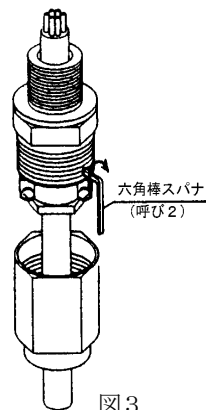

図3
- 4) ニップルにパッキンとスリップリングを入れ、グラウンドをねじ込み、パッキンを圧縮します。なお、ケーブル径によって異なりますが、パッキン締付けの基準としては、パッキン内径とケーブル外径とが一致した点 (ケーブルを軽く引っ張り、ケーブルが動かない点) から**1回転グラウンドをねじ込んで**ください。この時、クランプ板が取付けにくい位置にきた場合は、グラウンドをその位置から**±1/3 回転の範囲**で調整してください。そして、緩めておいたグラウンド緩み止め用止めねじをねじ込んでください。 (図3)